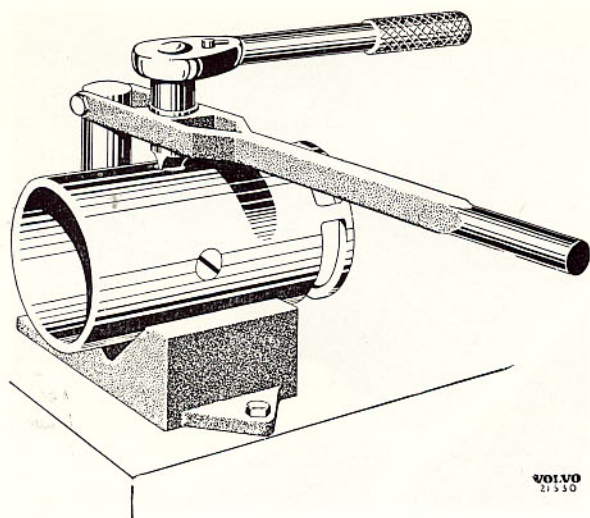

Bild 13. Demontering av fältlindning
1. Är generatorn ej isärtagen förfäres enligt rubriken "Isärtagning". Placera generatorhuset i ett V-block enligt bild 13. Tryck nedåt samtidigt som mejseln vrides. Skruvarna sitter som regel ganska hårt. Se därför till att mejseln passar väl i spåret på skruven och har erforderlig bredd.